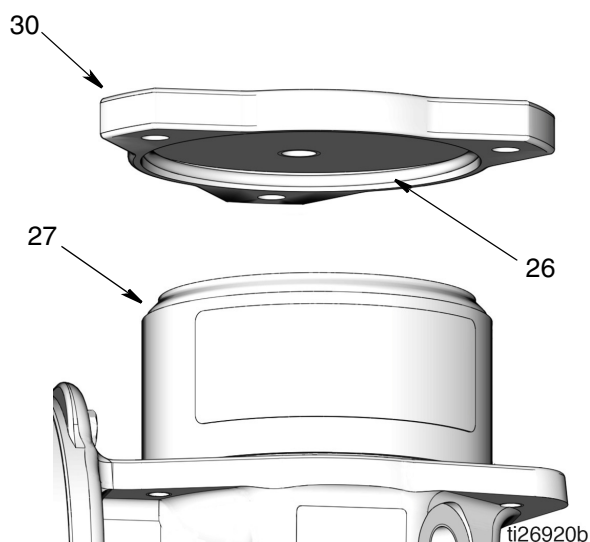

Рис. 60
13. Установите крышку (30) поверх резервуара (27). Соблюдайте осторожность, чтобы не пережать или не сместить уплотнительное кольцо круглого сечения (Рис. 60).